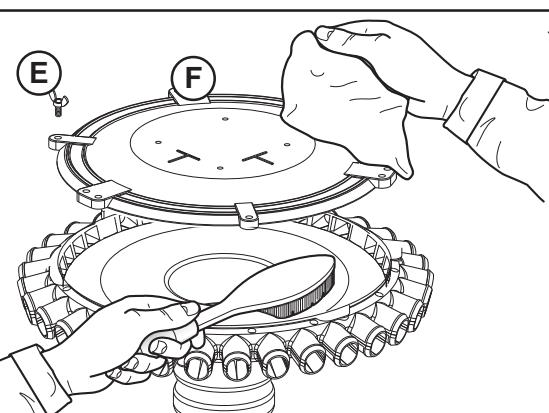

fig. 56
LA FIECARE 50 DE ORE DE LUCRU	<ul style="list-style-type: none"> - Efectuati o curatare completa a corpului dozator (vezi capitolul 3.4). - Efectuati o curatare completa a capului de distributie (Fig. 56): <ul style="list-style-type: none"> • Destrangeti si indepartati piulitele (E); • Indepartati capacul distributiorului (F); • Curatati cu o perie partile din metal si cu o carpa partile din plastic; • Remontati capacul si fixati-l cu piulitele corespunzatoare.